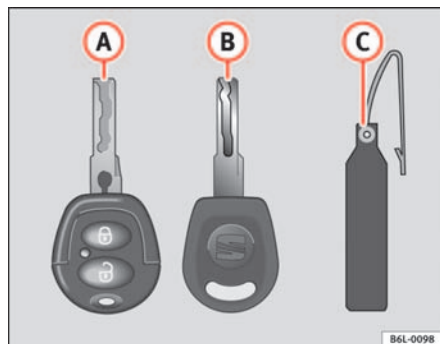

Fig. 46 Jeu de clés
- une clé avec radiocommande ⇒ fig. 46 A avec panneton escamotable*,
Un double de clé ne peut être réalisé qu'à l'aide du numéro de clé figurant sur la languette en matière plastique ⇒ fig. 46 B. C'est pourquoi :